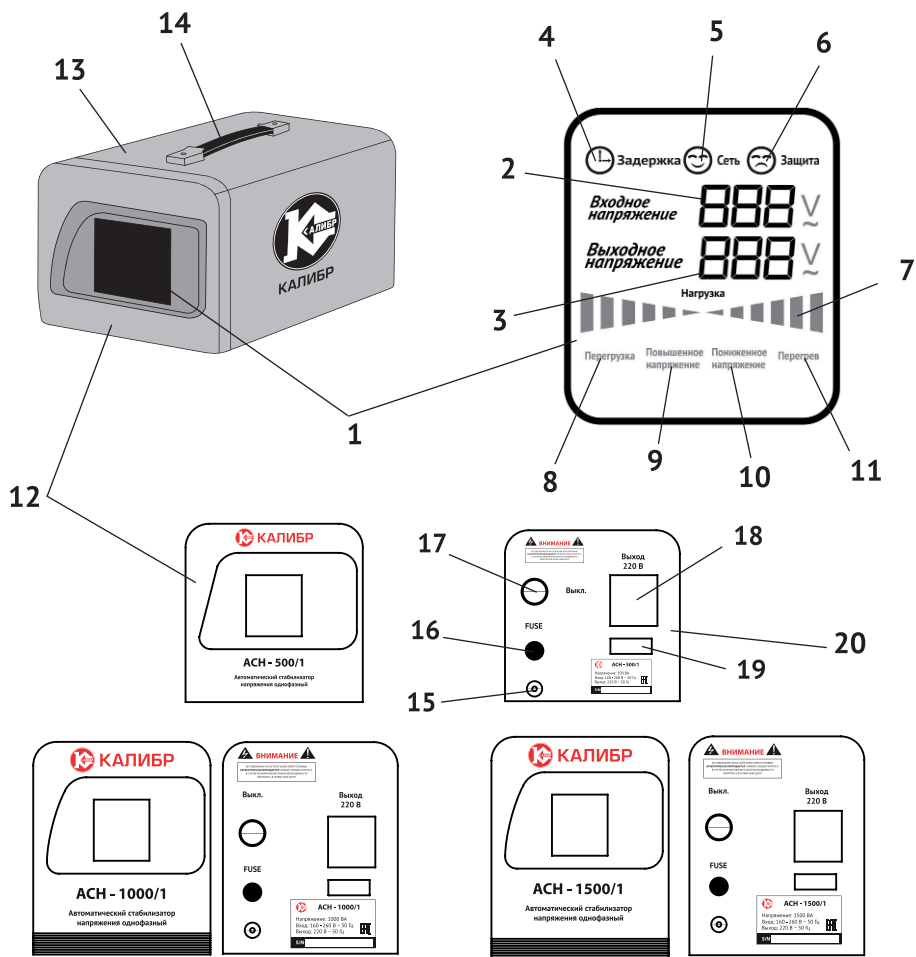

рис. 1
1.6 Внешний вид* стабилизатора представлен на рис.1
1.7 В металлическом корпусе (рис.1 поз.13) размещены основные узлы стабилизатора: автотрансформатор, плата управления, силовые ключи (реле) и приборы контроля и управления. На передней панели (рис.1 поз.12) расположен многофункциональный дисплей (рис.1 поз.1), полностью отображающий режим работы стабилизатора.
На задней панели (рис.1 поз.20) стабилизатора расположены: две розетки (рис.1 поз.18 и 19) для подключения нагрузки («евро» и двухполюсная), двухпозиционный («ВКЛ.» «ВЫКЛ.») выключатель (рис.1 поз.17) и плавкий предохранитель (рис.1 поз.16). К ней же подведён кабель питания (3x0,75 мм²) – АСН-1000 и АСН-1500 с вилкой (рис.1 поз.15), (3x0,5 мм²) - АСН-500.
1.8 Дисплей, цифровым индикатором (рис.1 поз.2) показывает величину напряжение на входе в стабилизатор (напряжение питающей сети). Цифровой индикатор (рис.1 поз.3) показывает напряжение на выходе стабилизатора.
а) «Задержка» - индикатор времени задержки включения (рис.1 поз.4) высвечивается после первичного подключения питающей сети в режиме минимальной задержки (около 5 секунд). Повторное включение (после срабатывания защиты) происходит автоматически, после анализа сети, с задержкой до 180 секунд. Задержка включения необходима для обеспечения стабильного режима работы и применяется, как при первом включении стабилизатора, так и при включении после экстренных отключений (выход напряжения за пределы рабочего диапазона, короткое замыкание, обрыв кабеля и т.п.). Автоматическое увеличение режима «задержка» до 180 секунд устанавливается блоком управления при подключении нагрузки с электродвигателями (холодильник, стиральная машина, электроинструмент и т.п.). Данное время задержки необходимо для того, чтобы после экстренного отключения все приборы, подключённые к стабилизатору, пришли в механическую и электрическую стабильность (остановились валы электродвигателей, разрядились конденсаторы и т.п.).
б) «Нормальная работа» - индикатор (рис.1 поз.5) светится постоянно, когда напряжение питающей сети находится в регулируемом интервале (160 – 265 В).
в) «Защита» - индикатор (рис.1 поз.6) высвечивается при отключении блоком управления нагрузки по одной из причин, на которую указывают индикаторы нижнего ряда (рис.1 поз.8 – 11).
г) «Перегрузка» - индикатор (рис.1 поз.8) высвечивается, когда мощность подключённой нагрузки превышает максимальную мощность модели стабилизатора, указанную в табл.1.4.
д) «Повышенное напряжение» - индикатор (рис.1 поз.9) высвечивается при повышении входящего напряжения за пределы регулируемого диапазона – 265 В.
е) «Пониженное напряжение» - индикатор (рис.1 поз.10) высвечивается при понижении входящего напряжения за пределы регулируемого диапазона – 160 В.
ж) «Перегрев» - индикатор (рис.1 поз.11) высвечивается при превышении температуры основных узлов свыше 110°C. После снижения температуры до 85°C стабилизатор автоматически подключает нагрузку.
з) «Индикация степени нагрузки» - симметричный двулучевой индикатор (рис.1 поз.7) цветом (зелёный в центральной части, красный по краям) отображает степень подключённой нагрузки к максимально возможной мощности модели стабилизатора. Высвечивается зелёная зона – мощность нагрузки в пределах номинальной работы аппарата. Начинают высвечиваться красные (крайние) участки лучей – стабилизатор работает на пределе своей мощности. Возможно высвечивание индикатора «перегрузка» (рис.1 поз.8) и отключение потребителей.
- подключить стабилизатор к входному напряжению вилкой кабеля питания с заземляющим контактом. Розетка для подключения должна быть аналогичной (с заземляющим контактом); - кратковременным включением выключателя (рис.1 поз.17) проверить работу дисплея (рис.1 поз.1), после срабатывания задержки 5 секунд – он должен показывать величину входного напряжения и включится индикатор (рис.1 поз.5);
Внимание! Если при включении стабилизатора в сеть индикатор (рис.1 поз.2) не показывает величину входного напряжения, проверьте плавкий предохранитель на задней панели. Возможно он сгорел при скачке напряжения питающей сети. Замените предохранитель новым, с такими же характеристиками.
- перевести выключатель (рис.1 поз.17) в положение «ВКЛ».
- При подключённой нагрузке высветятся индикаторы (рис.1 поз.5 и 7).